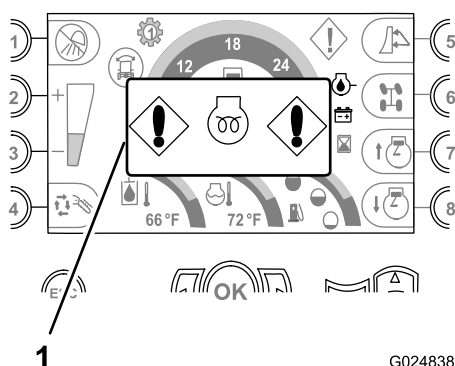

Figura 32
- **Indicador para aguardar partida do motor** – Este indicador é exibido quando a chave está na posição ON e a entrada do aquecedor de ar para o motor está energizada (Figura 32).
Nota: Aguarde até que o indicador não mais apareça antes de tentar dar partida no motor (Figura 32).